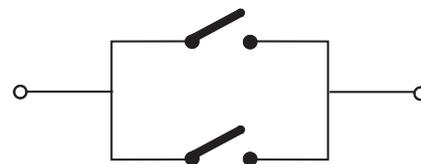

Fig. 14
**OPEN A** - Mando de "Apertura Total" (borne 1): se entiende cualquier emisor de impulsos (pulsador, detector, etc.) que, al cerrar un contacto, manda la apertura y/o cierre total de la hoja de la cancela. Para instalar varios emisores de impulso de apertura total, conecte los contactos N.A. en paralelo (fig. 14).
Para instalar varios emisores de impulso de apertura parcial, conecte los contactos N.A. en paralelo (fig. 14).